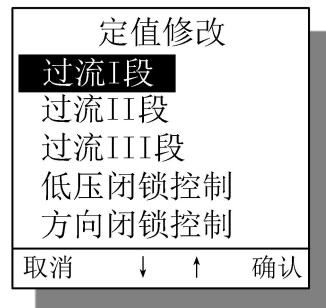

图 18 具体保护定值选择界面
- 1) 选定定值区并进入。在定值菜单界面下，将光标移至定值修改条目后，用户按[←]→[输入令]→[←]顺序操作后进入到选择定值区界面，再操作[+]或[-]键，选定要进行定值修改的定值区，最后按[←]键进入到具体保护定值选择界面。定值修改界面图见图18，图仅作参考，不同型号装置可能稍有差别。